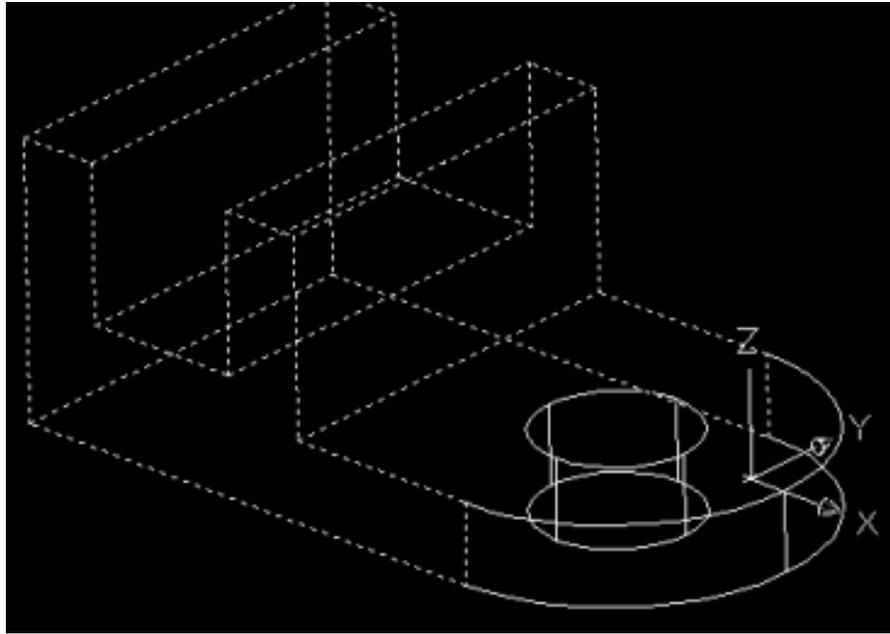

Figura 97.
- Seleccione la cara superior de la base dando un clic con el botón derecho del mouse como se muestra como se muestra en la figura 97.